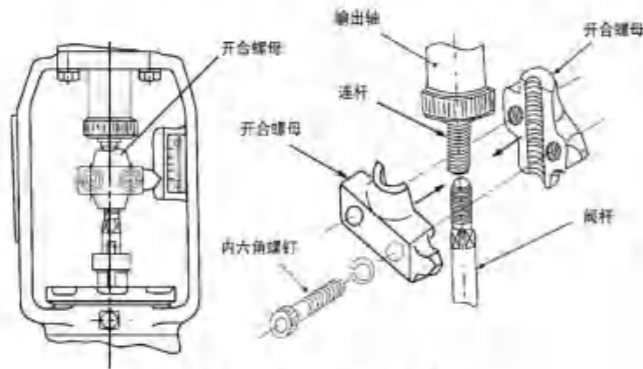

图4 执行器输出轴和阀杆连接
4.4 联结机构：通过支架将执行器和被控阀门联结，并由开合螺母将执行器输出轴和阀杆连接，开合螺母上带有指针，支架上有标尺，可指示输出轴(或阀杆)的位移(见图4)。
见图6和图4，调整时应先进行零位调整，即输出轴位于下端（阀芯关闭）时的位置调整，然后进行行程调整，即输出轴位于上端（阀芯开启）时的位置调整，因为零位调整时将会同时改变输出轴的上端位置，而行程调整时，不会改变已调整好的“零位”，所以：应先进行零位调整然后进行行程调整。顺时针旋转“零位”调整电位器，输出轴上升；逆时针旋转，则输出轴下降。顺时针旋转“行程”调整电位器，行程扩大；逆时针旋转，则行程缩小。